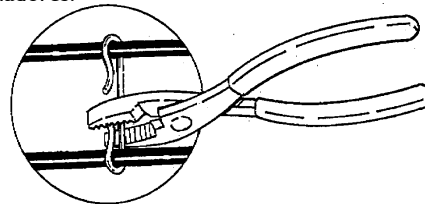

Figura 18. Apriete los espaciadores con alicates
- Al correr el cable por los canalones, se pueden apretar los espaciadores con los dedos o con alicates. Si utiliza alicates, apriete ligeramente y tenga cuidado de no pellizcar, prensar o dañar de alguna forma el cable (Véase la Figura 18). No utilice un martillo para apretar las pinzas ni los espaciadores.
Cuando se tiene la medida necesaria, el siguiente paso es instalar los espaciadores de cable y bajar el cable por la bajada de agua. Se deben sujetar los espaciadores al cable cada 6 pulgadas (15 cm) para que el cable no se toque en la bajada de agua. Se debe apretar los espaciadores antes de bajar el cable. Puede hacerlo con los dedos o con la ayuda de alicates. Si utiliza alicates apriete ligeramente para no pellizcar, prensar, cortar o dañar el cable de alguna manera (Véase la Figura 18). No clave o apriete las pinzas ni los espaciadores. Baje el cable por la bajada de agua con la ayuda de una cuerda con una pesa.
Apriete las pinzas y los espaciadores. Apriete las pinzas y los espaciadores de cable del techo. Puede utilizar los dedos o alicates. Si utiliza alicates, apriete ligeramente para evitar pellizcar, prensar, cortar o dañar el cable de alguna manera (Véase la Figura 18). No utilice un martillo para apretar las pinzas ni los espaciadores.